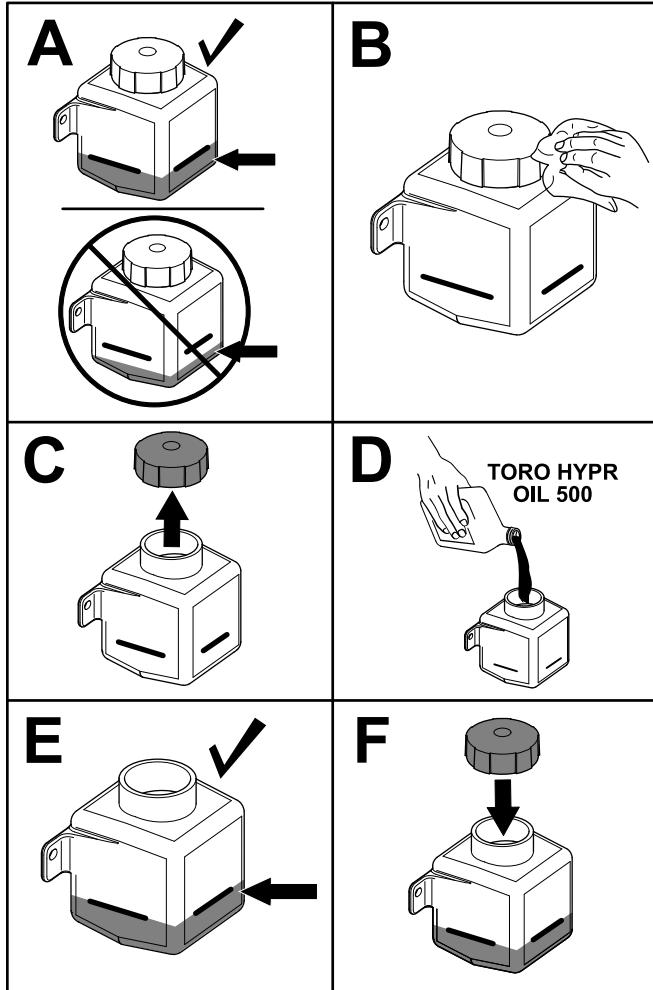

Figure 62
- Contrôlez le niveau de liquide sur le côté du réservoir hydraulique (Figure 62). Poursuivez la procédure si le niveau est en-dessous du niveau de remplissage à froid.
- Nettoyez la surface autour du bouchon du réservoir hydraulique (Figure 62).
- Enlevez le bouchon du goulot de remplissage et faites l'appoint de liquide dans le réservoir jusqu'à ce qu'il atteigne le niveau de remplissage à froid (Figure 62).
- Remettez le bouchon sur le réservoir (Figure 62).